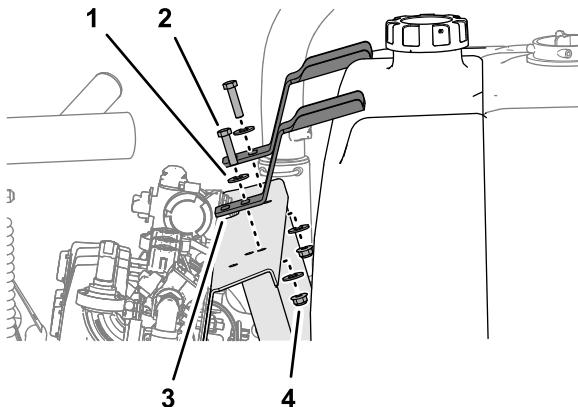

图 4
5. 卸下将冲洗水箱的 2 个压紧装置固定至阀门安装架的 2 个螺栓、4 个垫圈和 2 个凸缘锁紧螺母然后取下压紧装置支架 图 4。